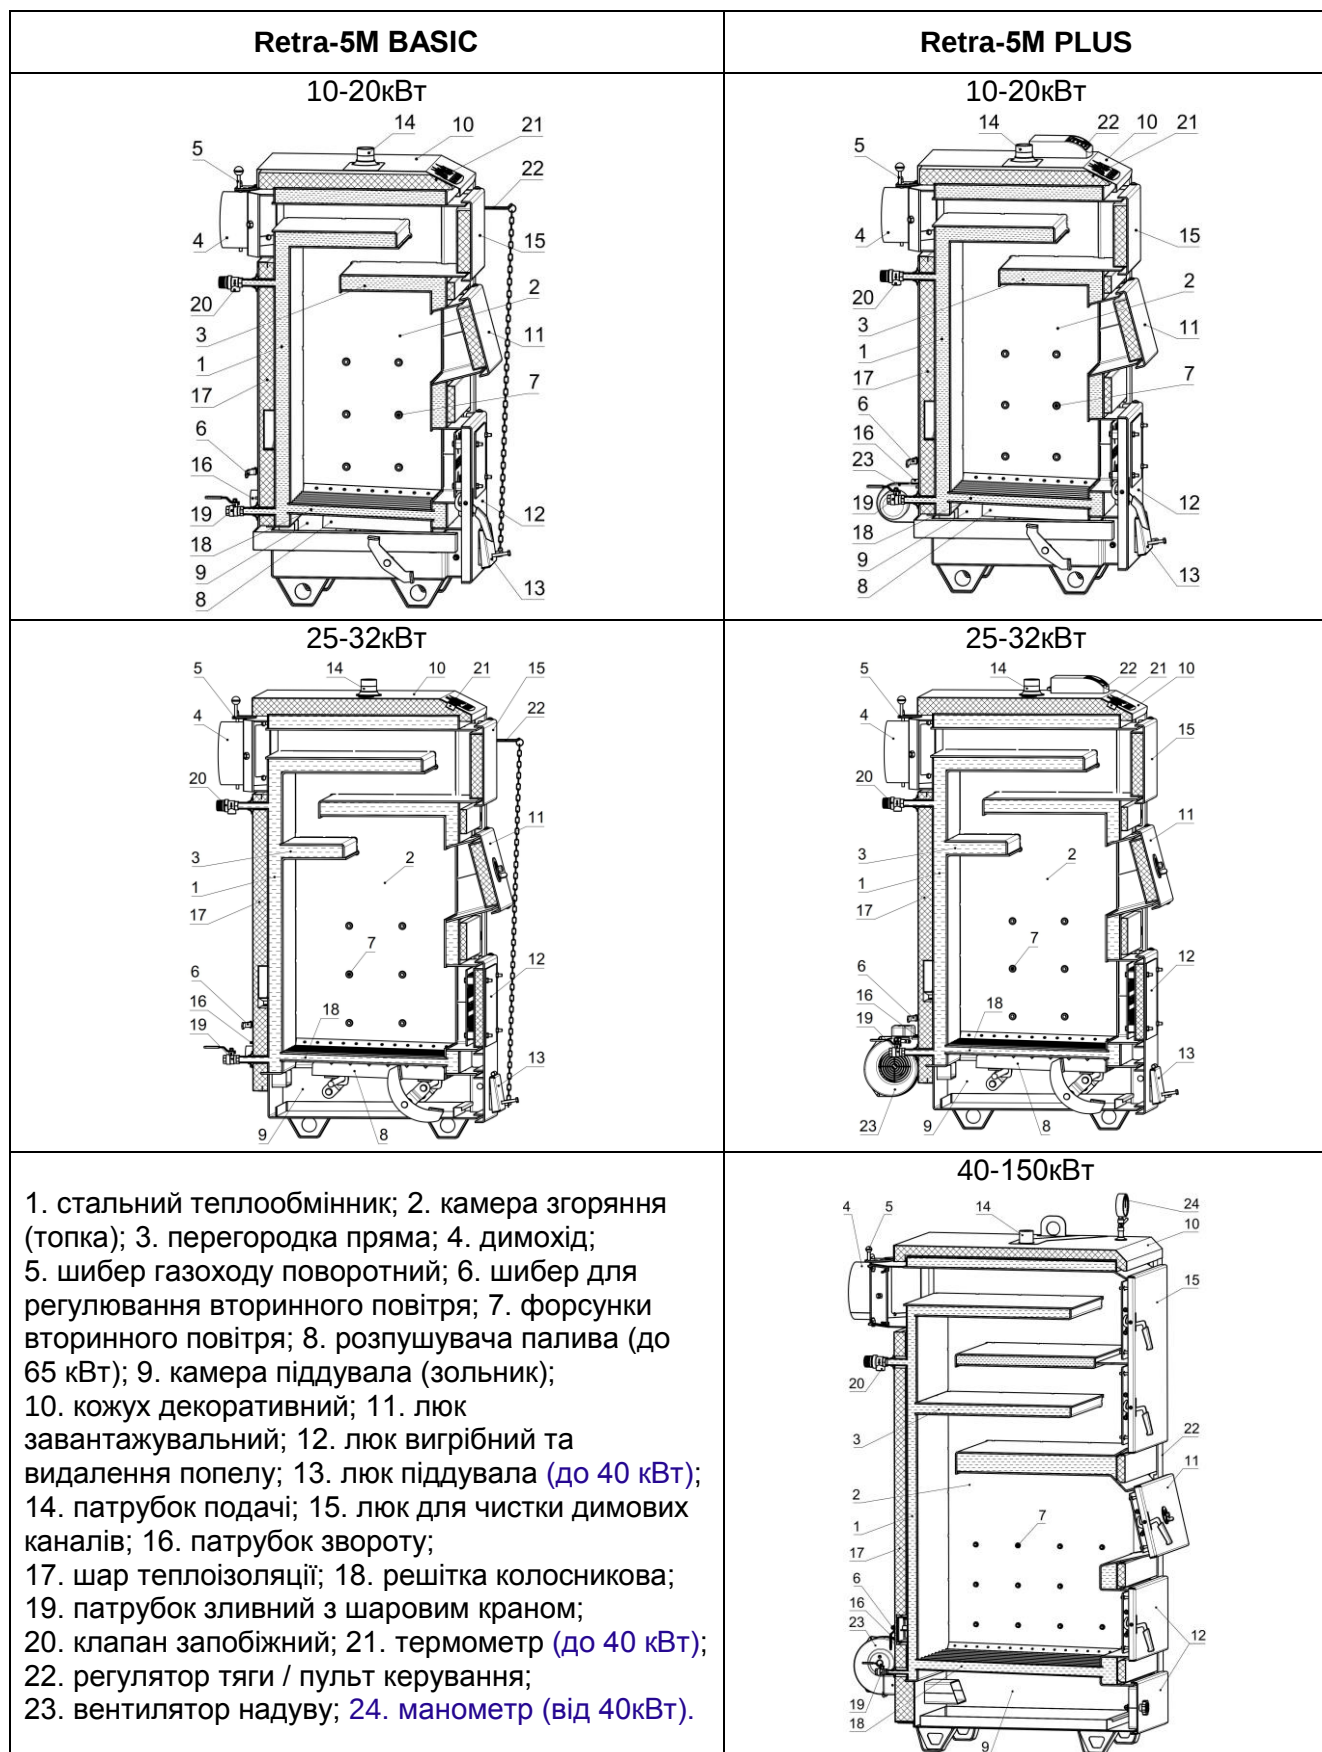

Рис.2 Схема будови котла моделей «Retra-5M BASIC», «Retra-5M PLUS»
5.2 Будова котла (див. Рис.2)
5.3 Принцип роботи (див. Рис.2). Вода із системи теплопостачання надходить в котел через патрубок звороту "16", розтікається по всім внутрішнім порожнинам теплообмінника і, через його металеві стінки, відбирає тепло від палива, що горить (контактним і радіаційним способами в топці) і газоподібних продуктів згоряння (конвективним способом в решті частин теплообмінника). Нагріта вода через патрубок подачі "14" надходить в систему теплопостачання.
Подачу **первинного повітря** під колосникову решітку, в кількості необхідній для якісного згоряння палива, забезпечує регулятор тяги 22 або вентилятор 23 (див. Рис.2).